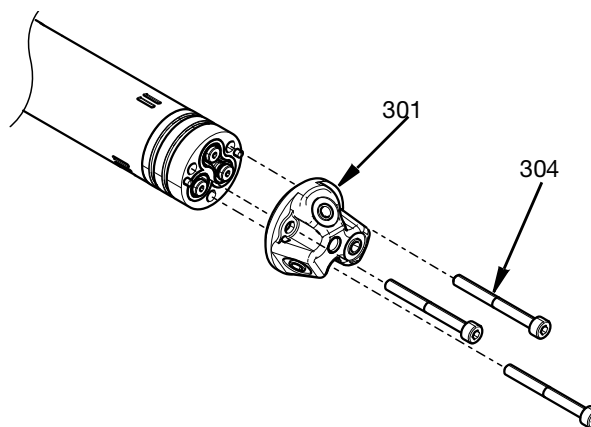

FIG. 30
10. Przymocować głowicę dyszy (301) do złączki za pomocą śrub M4 (304) przykręconych do korpusu głównego. Dokręcić momentem 29,2 in-lb (3,3 N•m). Patrz FIG. 30.